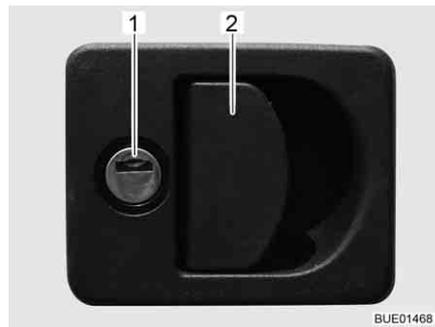

Bild 37 Klappenschloss mit Griffschale
- Schlüssel in Schließzylinder (Bild 37,1) stecken und eine viertel Umdrehung drehen. Das Klappenschloss ist entriegelt.
- Am Schlossgriff (Bild 37,2) ziehen. Die Außenklappe ist geöffnet.